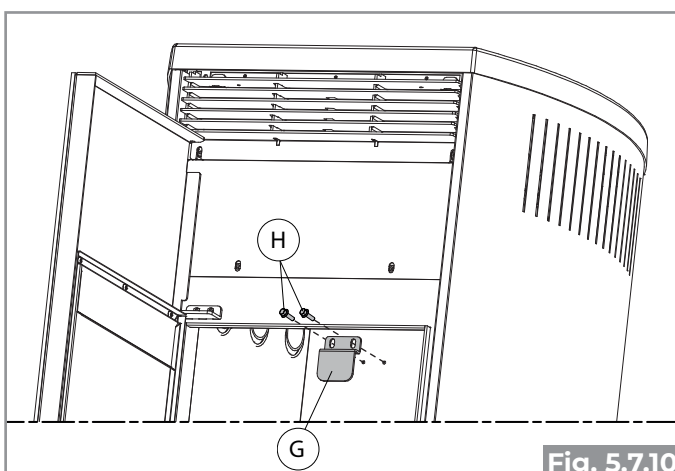
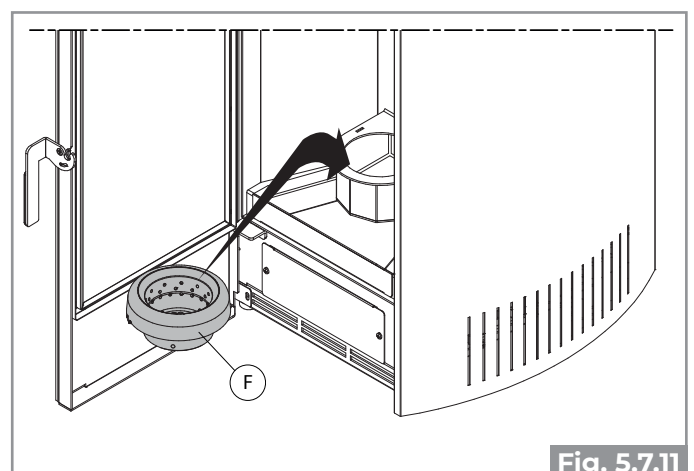

Fig. 5.7.10
Fig. 5.7.11
- Réinstaller le support de fixation G en agissant sur les deux vis H (Fig. 5.7.10) et remettre en place le brasier F (Fig. 5.7.11).